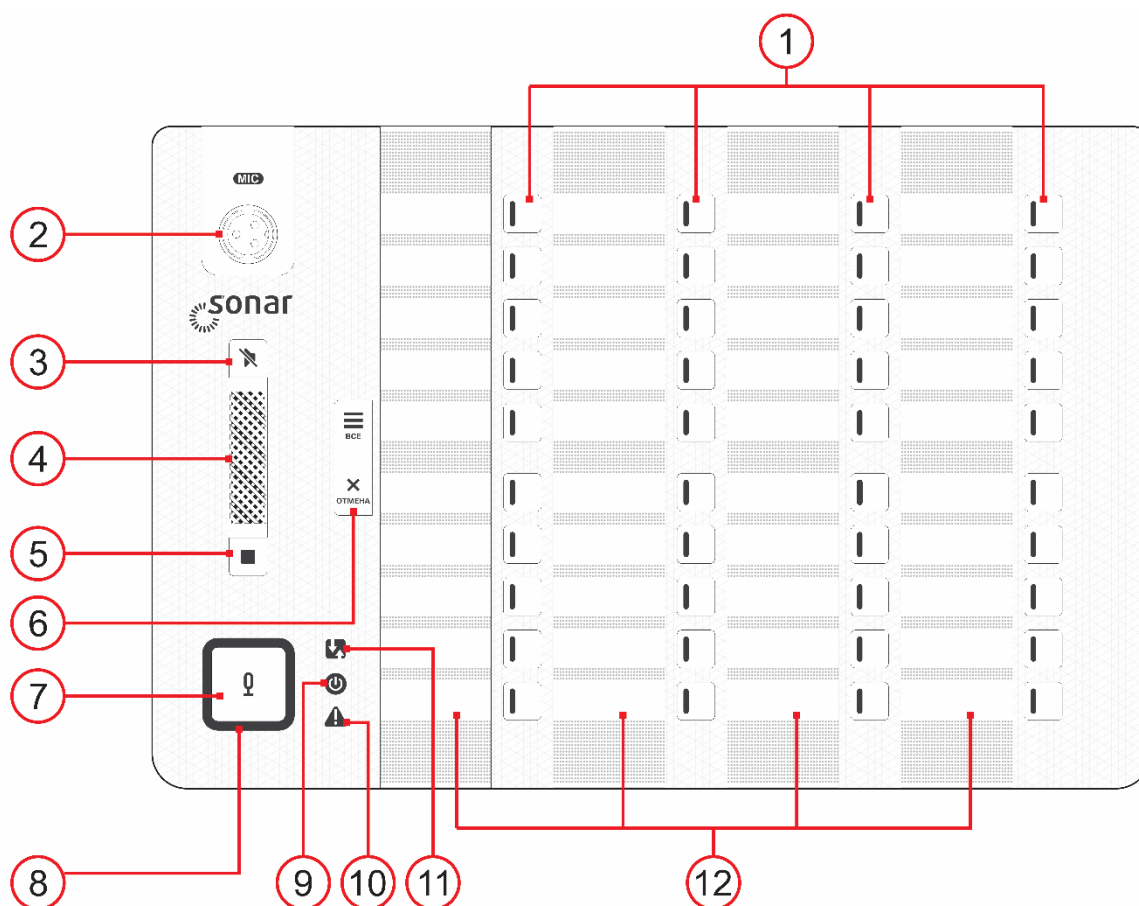

Рисунок 1
- 5.2 На лицевой панели пульта (*Рисунок 1*) расположены:
- ① – клавиши выбора зон оповещения (40шт);
- ② – разъем для подключения микрофона на гибкой ножке;
- ③ – клавиша отключения встроенного динамика  (отключение звука входящего сообщения);
- ④ – встроенный динамик;
- ⑤ – клавиша «ТИШИНА» – принудительное отключение трансляции в выбранных зонах оповещения .
- ⑥ – клавиша «ВСЕ» и  «ОТМЕНА» – выбор всех зон оповещения одновременно и отмена данного режима;
- ⑦ – клавиша  «Говорите» - инициирует передачу сообщения в выбранные зоны оповещения;
- ⑧ – индикатор уровня громкости передаваемого сообщения;
- ⑨ – индикатор питания пульта .
- ⑩ – индикатор неисправности пульта .